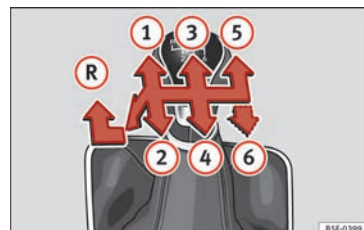

Fig. 45 Esquema de un cambio manual de 5 marchas o bien de 6 marchas.
En la palanca de cambios se indican las posiciones de las marchas » **fig. 45**.
- Con la palanca de cambios en punto muerto, presiónela hacia abajo, muévala a la izquierda hasta el final y después hacia delante para seleccionar la marcha atrás » fig. 45 **R**.